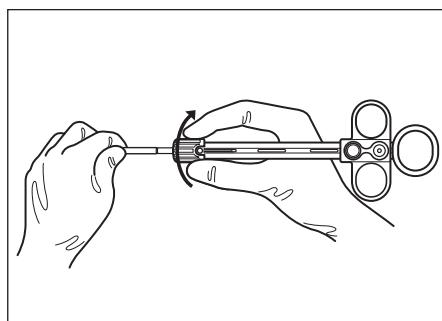

図3.10
10. チャックアダプタの先端部を操作部の先端から突き当たるまで挿入し、その状態で固定つまみ（緑）を反時計方法へクリックがあるまで回してロックします。（図3.10参照）